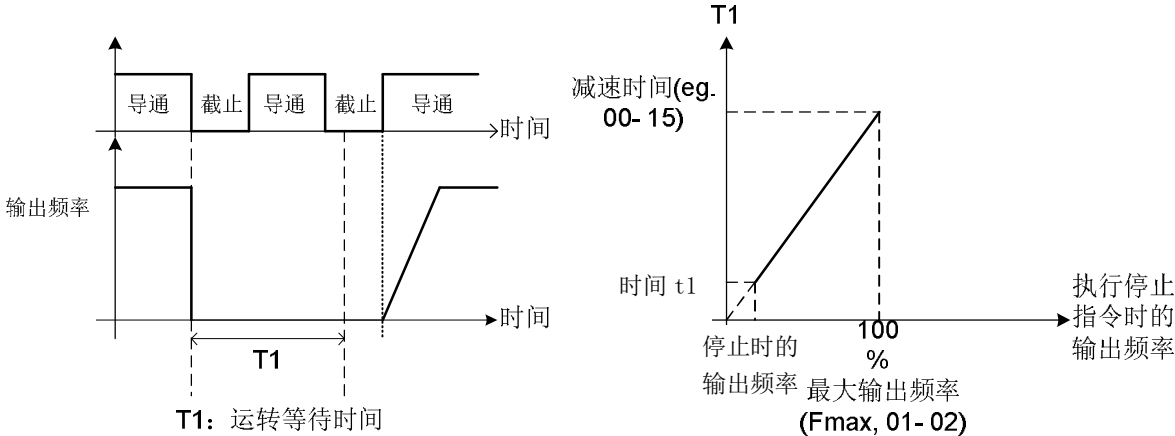

图 4.3.58 定时器自由运转停止
(4) 07-09=3
- 取图 4.3.58 中停止时输出频率对应的时间 t_1 ，和 07-18（最小遮断时间）中较大的值。